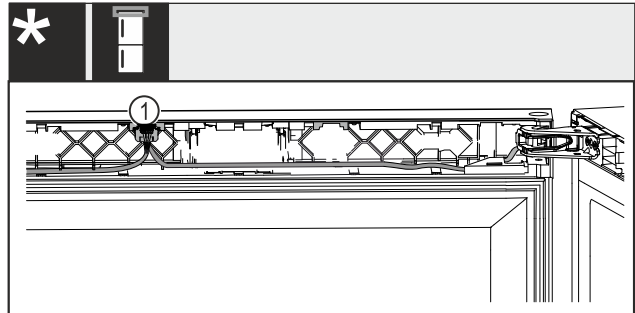

Fig. 41 Combine frigorifice pentru vin
- Fixați în poziție fișa Fig. 41 (1) în ghidaj.